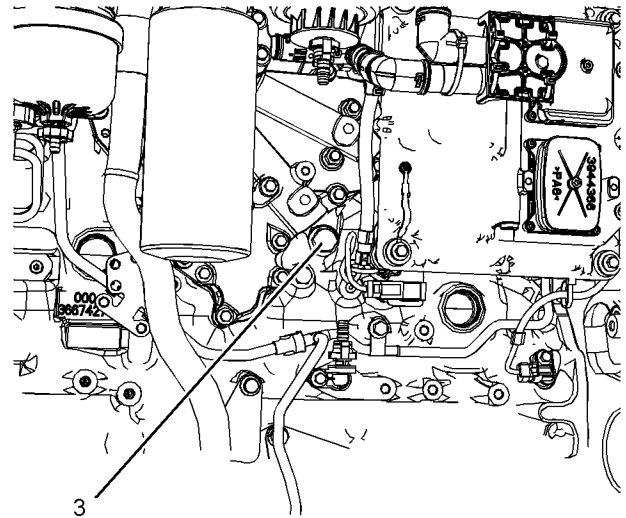

Abbildung 64
Das Zylinderkühlmittel kann aus dem Stopfen unter dem Ölkühler abgelassen werden. Siehe Abbildung 64. Wenn der alternative Ablassstopfen (3) ausgebaut wird, muss der O-Ring ersetzt werden. Den Ablassstopfen mit einem Anziehdrehmoment von 35 Nm (25 lb ft) festziehen.